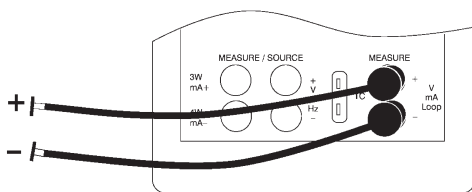

Figure 16. Connexion d'entrée isolée
2. Sélectionner le paramètre primaire voulu pour la mesure. Connecter les cordons aux entrées isolées du calibrateur, comme montré sur la figure 16.